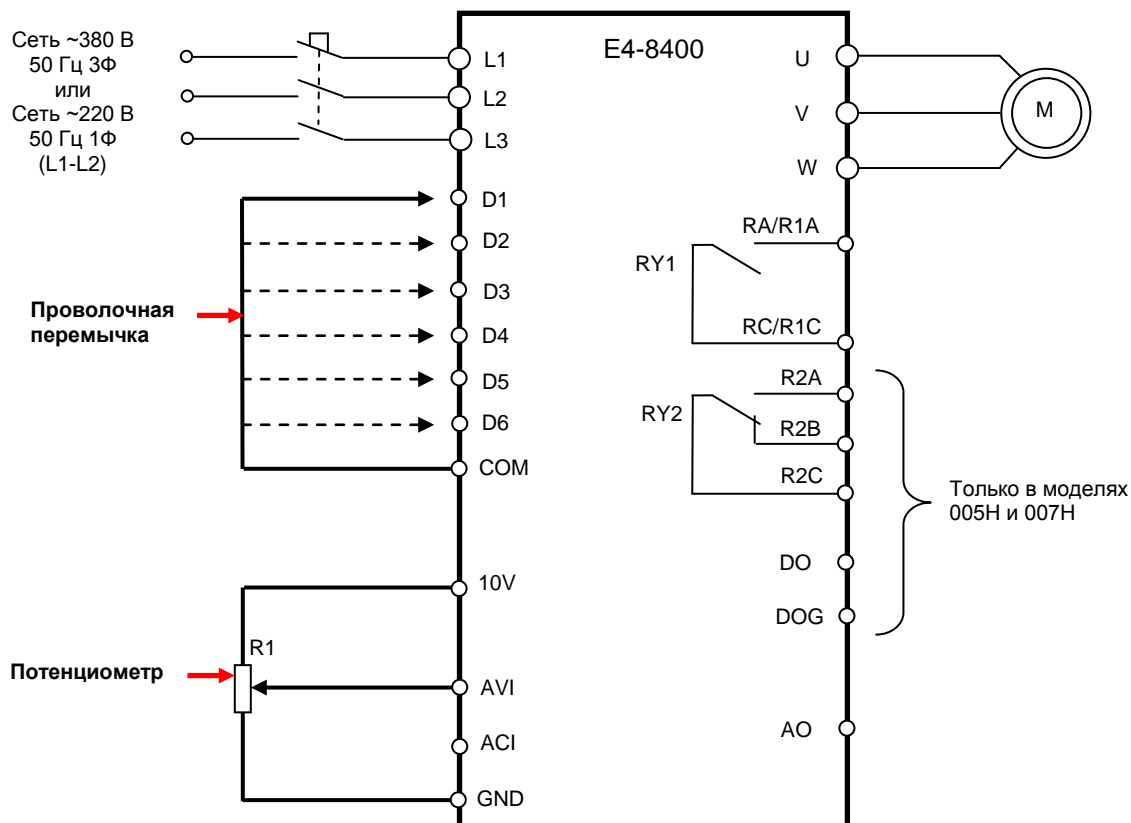

Рис.4.6
4.13.1. Присоединить один конец проволочной перемычки к клемме COM. Крайние выводы потенциометра присоединить к клеммам 10V и GND, средний - к AVI (рис. 4.6).
4.13.3. Вывести на дисплей пульта управления отображение состояния дискретных входов (параметр U1-10), наблюдать индикацию согласно рис. 4.8. Поочередно подсоединяя свободный конец переключки (см. рис. 4.6) к клеммам D1...D6, наблюдать поочередное появление индикации на пульте управления (рис.4.9, а...е).